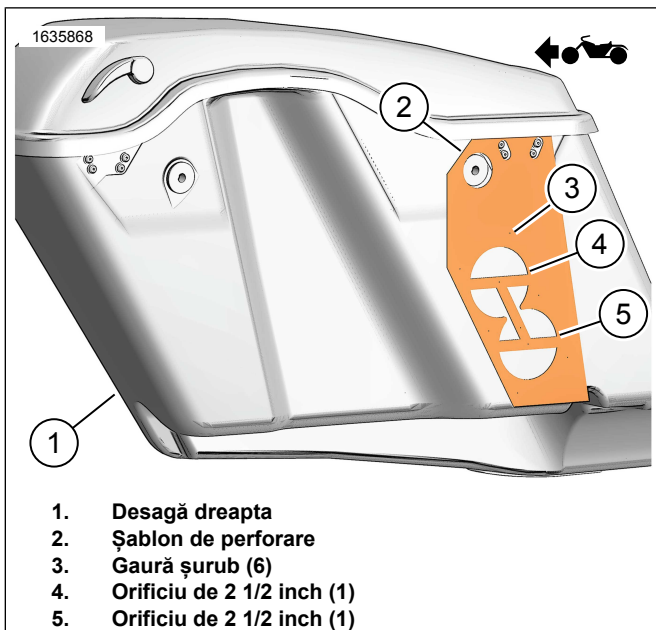
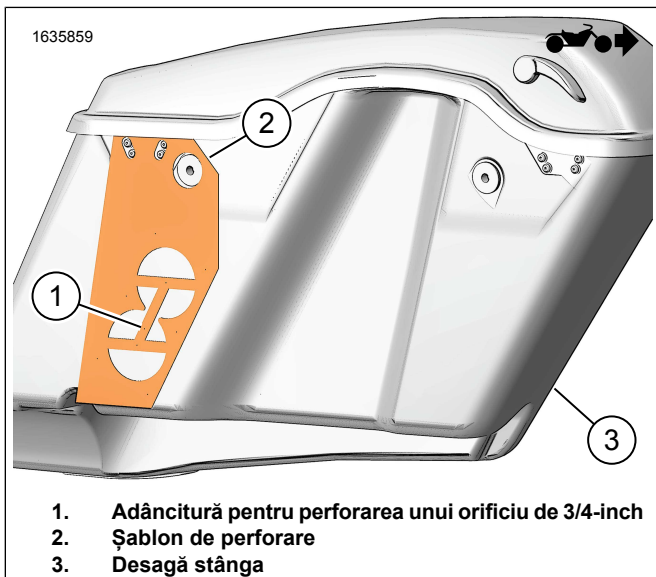
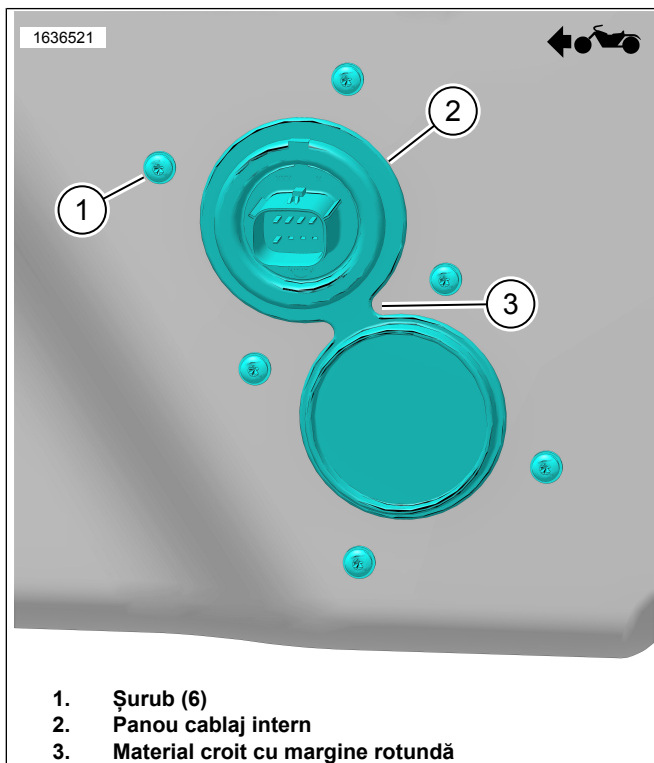

Figura 2. Desagă dreapta
Figura 3. Desagă stânga
Figura 7. Panou cablaj intern
1. Figura 2 Poziționați șablonul de foraj (2) pe desaga din dreapta (1).
2. Modificați desaga din dreapta (1).
- d. Figura 7 Croiți materialul cu margine rotundă (3).
4. Figura 3 Poziționați șablonul de foraj (2) pe desaga stângă (3).
5. Modificați desaga din stânga (3).
- a. Centrați locul de perforare (1) pe șablon.
6. Figura 7 Montați panoul cablajului intern (2).